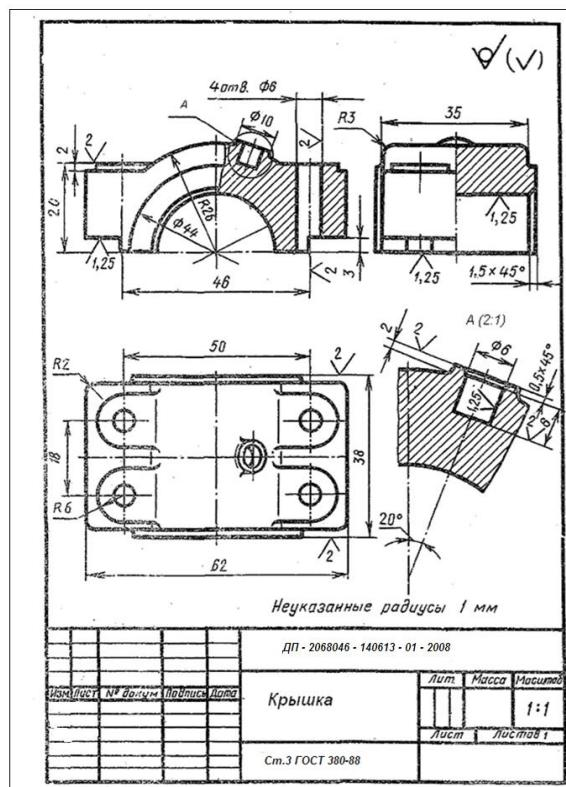

Рисунок 4.29 - Деталирование сборочного чертежа
**Деталирование** – это разработка и выполнение чертежей по сборочному чертежу (рисунок 4.29).